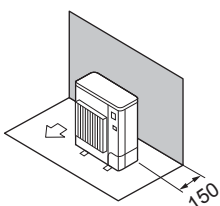

Fig. 2-2
① Obstáculos apenas na parte de trás (Fig. 2-2)